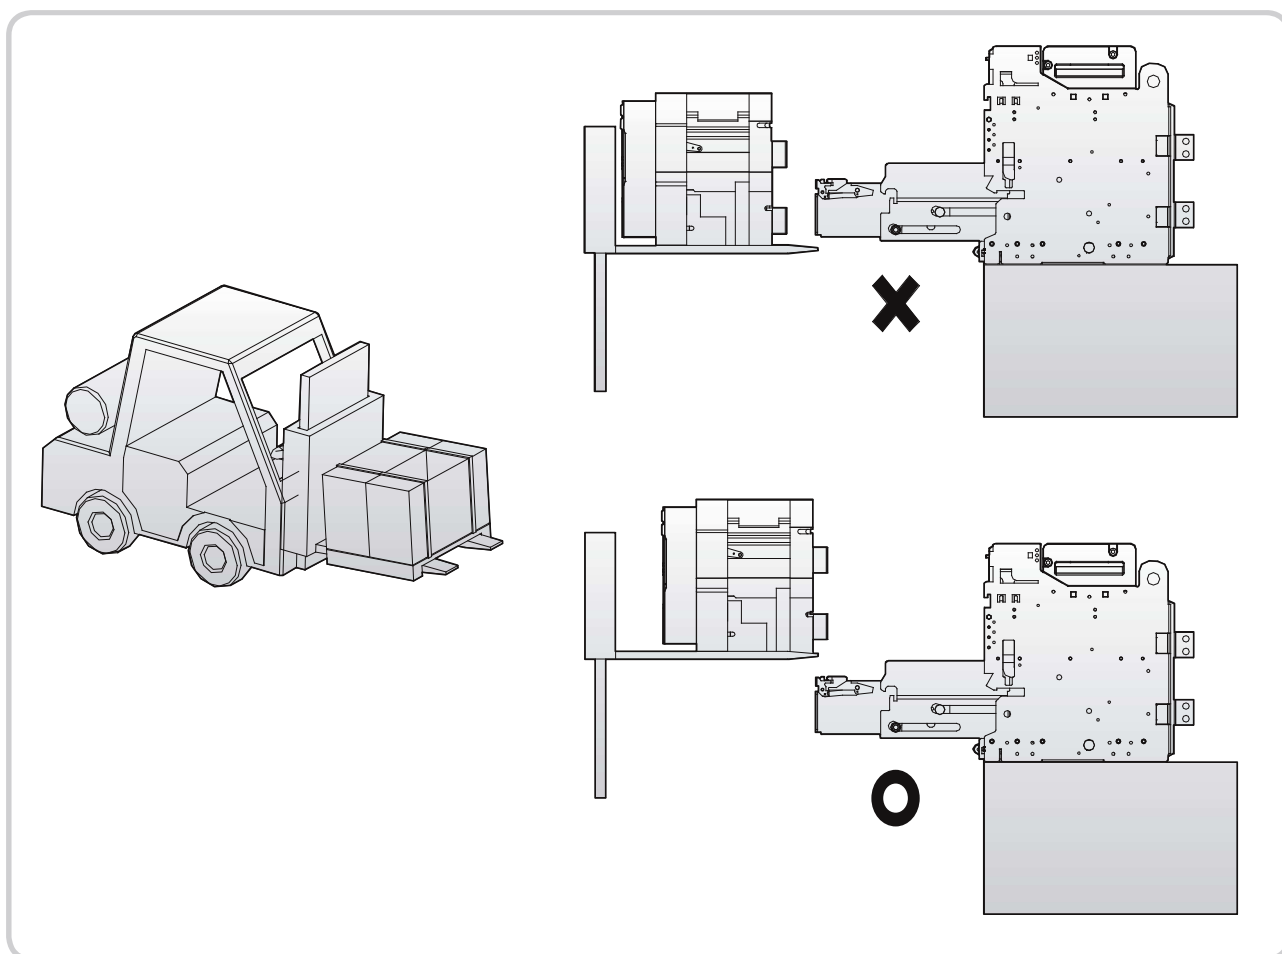

Рис. 1. Транспортировка вилочным погрузчиком
Выключатель и корзина легко поднимаются подвесными таями, лебедками, кранами. Подъемные скобы (опция) облегчают перемещение аппарата грузоподъемными машинами. Грузоподъемные машины и принадлежности должны быть рассчитаны на вес, указанный в таблице 1. При подъеме вилочным погрузчиком руководствуйтесь рис. 1.
- При перемещении аппарата на вилочном погрузчике размещайте его на вилах, как показано на рис. 1.